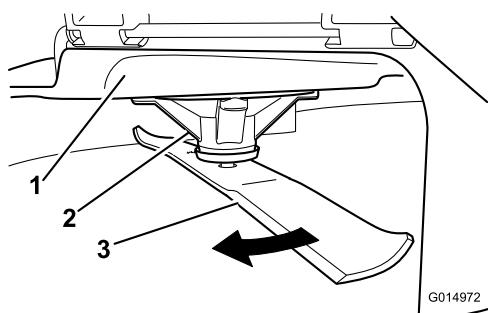

Figura 53
2. Usando luvas almofadadas ou outra protecção adequada para as mãos, rode lentamente a lâmina a medir para uma posição que permita uma medição efectiva da distância entre a extremidade de corte e a superfície nivelada onde a máquina está (Figura 53).